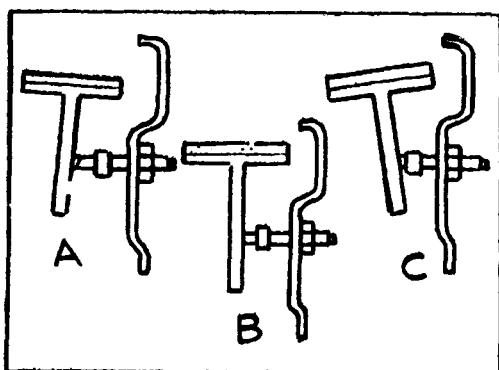

Fig. 3 Reglaje de apoyos de zapata
- 6) En los vehículos 109" y 1.300, cuando no se consiga un pedal totalmente satisfactorio deberán verificarse el correcto posicionamiento de los apoyos fijos de zapata (fig. 3)